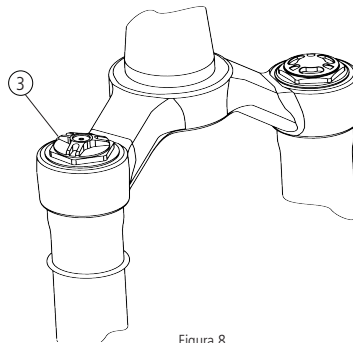
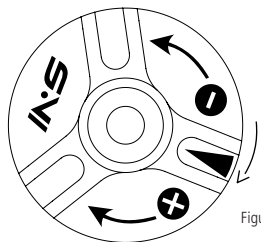

Figura 8
Figura 9
1. Gire lentamente o regulador SVI (3) (figura 8) no sentido horário (Figura 9) e comprima a suspensão (bombadas) para verificar se o sistema ficou rígido;